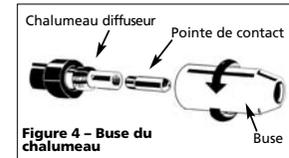

Figure 4 - Buse du chalumeau
9. Glisser avec soin la pointe de contact sur le fil et visser la pointe sur l'extrémité du chalumeau. Installer la buse en tournant dans le sens des aiguilles d'une montre (voir figure 4). Couper le fil à environ 1/4 po (0,635 cm) de l'extrémité de la buse.
- b. Le fil s'agence à la pointe de contact sur l'extrémité du pistolet (voir figure 4).
7. Enlever la buse en la tournant au sens contraire des aiguilles d'une montre. Ensuite desserrer la pointe de contact du bout du chalumeau de soudeur (voir figure 4). Brancher le soudeur dans une prise de courant convenable.